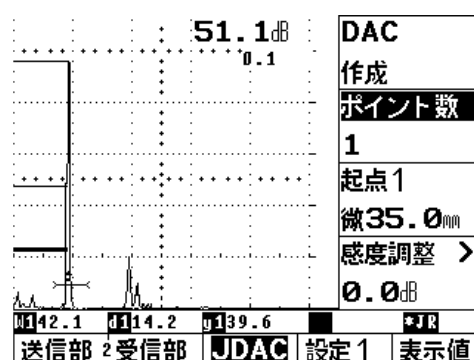

図 6 250mm での DAC 作成
DAC 初期画面では、DAC の下は“オフ”になっているので、DAC 表示の横の  キーを押し、右ダイヤルを回して、表示を“作成”にする。(図 6 参照)
- ⑦STB-A2 φ4 $\sqrt{4}$ (φ4×4) の 0.5S の最大エコーを検出し、エコー高さを 80%~100% に調整する。
- ⑧起点 1 の右横の  キーを押し、0.5S のエコーにゲート 1 を掛け、 キーを押すと 0.5S までの区分線が描かれる。(図 6 参照)